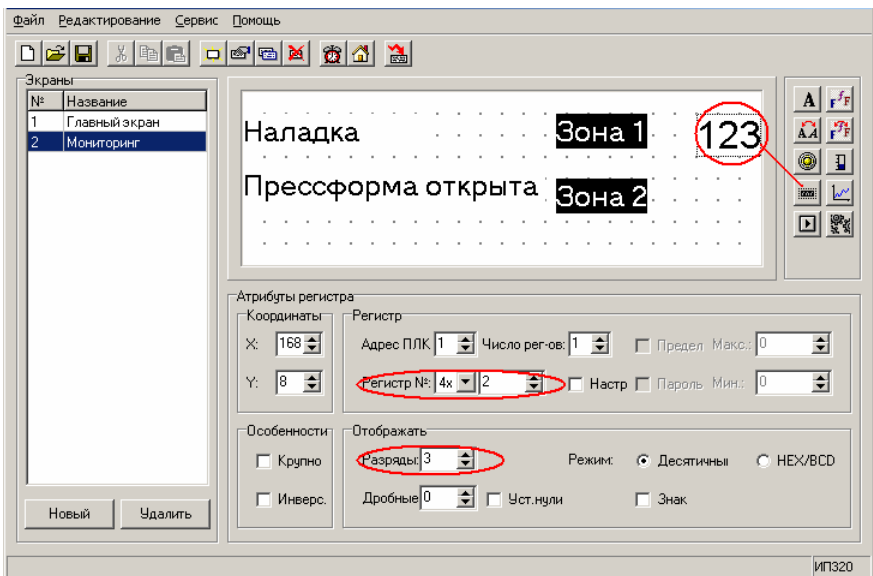

Рис. 7.6. Атрибуты регистра
- 9.3 Создать текстовые элементы экрана («Зона 1» и «Зона 2»). Приемы ввода текста описаны в п. 4.3. Результат см. рис. 7.6.
В группе полей «Атрибуты» регистра 1 (справа от поля «Зона 1») устанавливаем: номер регистра=2; разряды – 3 (т.к. значение температуры не превышает 250°C). Аналогично создаем регистр справа от надписи «Зона 2». Атрибуты регистра: номер регистра=3; разряды – 3 (см. рис. 7.6).